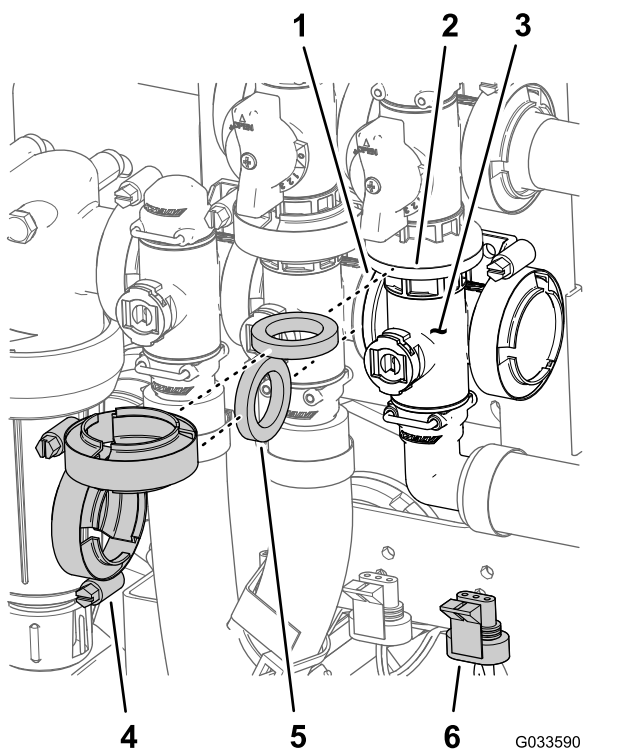

Figura 117
1. Retire las bridas de fijación y las juntas que sujetan el distribuidor de la válvula maestra de los brazos (Figura 117) a la válvula maestra de los brazos, la válvula de agitación y el codo con brida de 90° (en el extremo de la manguera del caudalímetro).